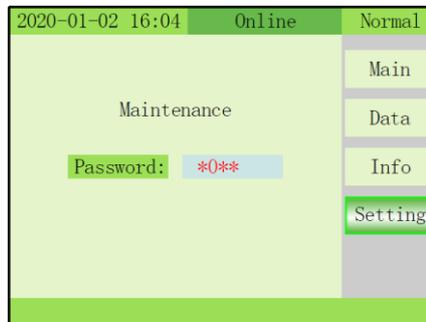

Fig. 3-16 Menú Setting/Maintenance
10) MAINTENANCE: Pulse la tecla  + OFF para entrar en mantenimiento y mostrar una ventana de contraseña. Este menú es solo accesible a personal autorizado. Contacte con ZIGOR para recibir formación acerca del uso de este menú. (Fig. 3-16).